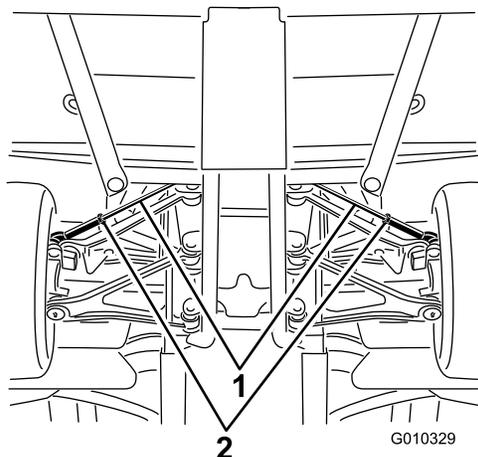

Figure 66
- A. Desserrez l'écrou de blocage au centre de la biellette (Figure 66)